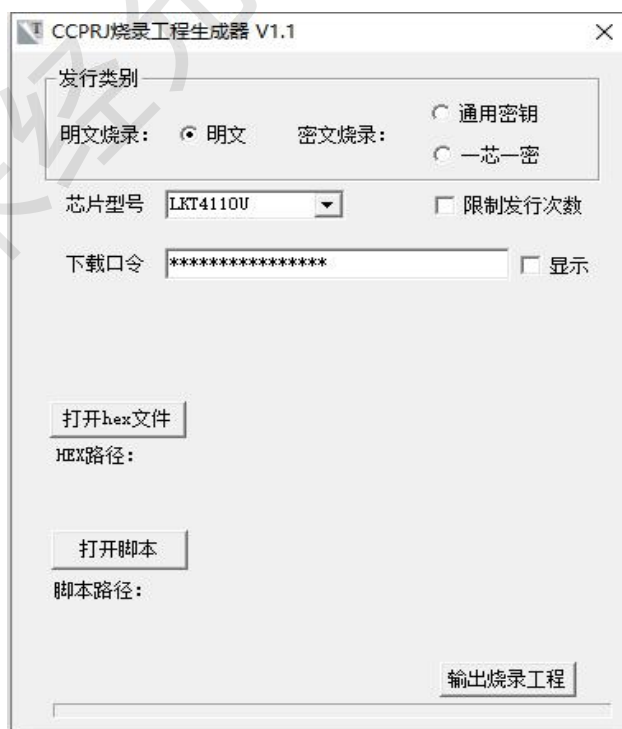

图 4-1
1. 运行 “CCPRJ 烧录工程生成器 V1.1” 软件，如图 4-1 所示。